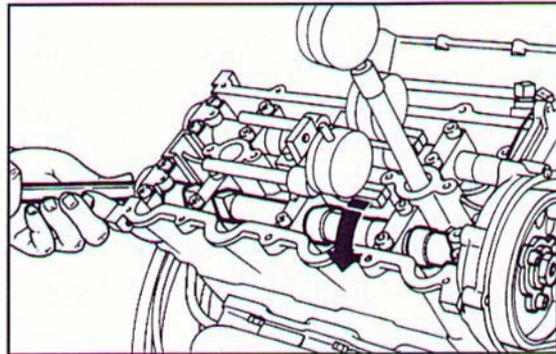
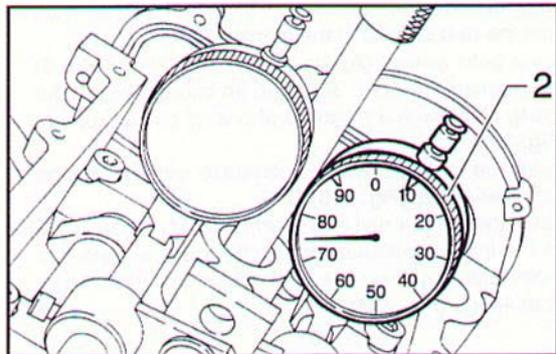
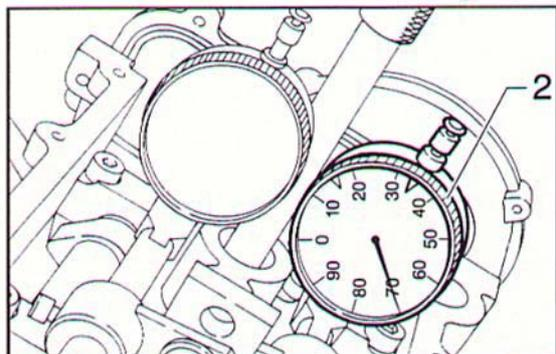

Fig. 301 ▼
Fig. 302 ▲
Fig. 303 ▼
- agendo sul dado avvitato sul codolo posteriore dell'albero di distribuzione di scarico (**Fig. 301**), far ruotare l'albero stesso (in senso orario per aumentare l'apertura della valvola, in senso antiorario per diminuirla), fino ad aprire la valvola di quanto necessario (nell'esempio raffigurato di 0,25 mm, lettura sul comparatore di -0,25) per avere un'apertura di 0,70 mm al PMS (**Fig. 302**);
- bloccare provvisoriamente il mozzetto puleggia e azzerare il comparatore (2);
- ruotare nuovamente l'albero motore fino alla completa chiusura della valvola di scarico, verificando che il valore indicato dal comparatore (2) corrisponda a 70 mm (**Fig. 303**);
- using the nut locked on to the rear shank of the exhaust camshaft (**Fig. 301**), rotate the shaft (clockwise to increase valve aperture, anti-clockwise to decrease aperture), until the valve is opened as much as necessary (0.25 mm in the example in the figure, reading on dial gauge -0.25) to have an aperture of 0.70 mm at TDC (**Fig. 302**);
- secure the pulley hub temporarily and zero the dial gauge (2);
- rotate the crankshaft again until the exhaust valve is fully closed, verifying that the reading on the dial gauge (2) is 70 mm (**Fig. 303**);